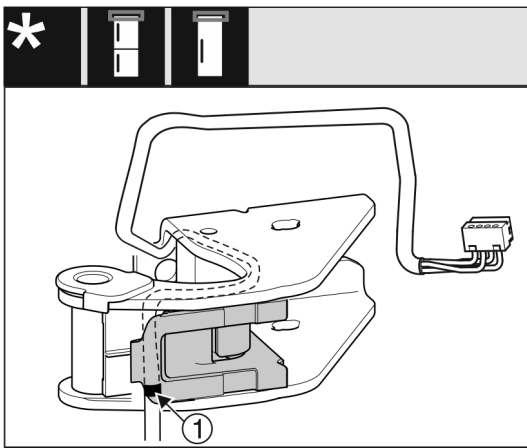

Fig. 28
- ▷ A középső jelölésnek ekkor a vezeték tartójának szélénél kell lennie Fig. 28 (1).